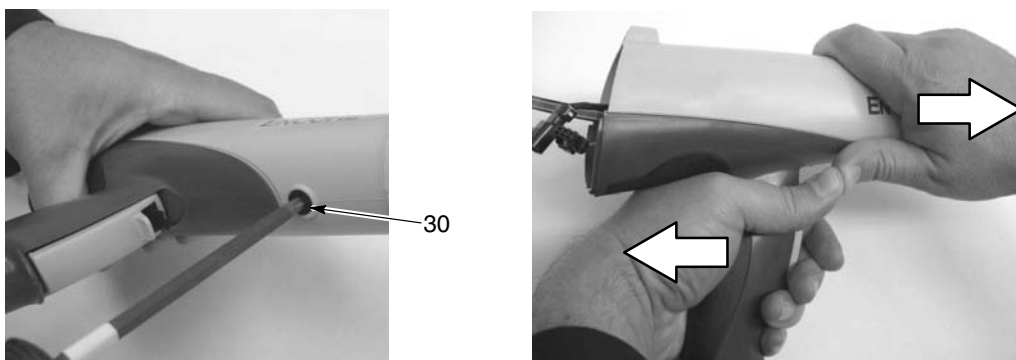

Bild 6-3 Delning av pistolkropp och handtag
4. Se bild 6-3. Skruva ur den svarta nylonskruven (30) ur pistolkroppen.